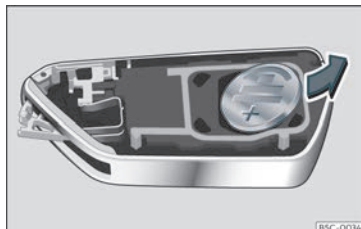

Fig. 73 Clé du véhicule : retirez la pile.
- Retirez la pile du compartiment à l'aide d'un objet fin approprié >>> **fig. 73**.
- Insérez la pile neuve et appuyez-la dans le logement à pile >>> ①.